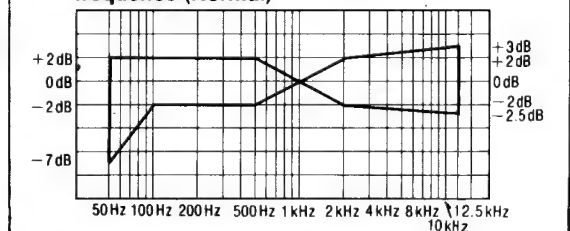
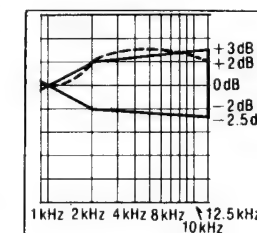
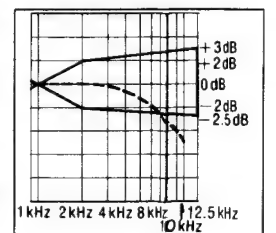

Fig. 10
Fig. 12
Fig. 13
6. Reproduire les signaux enregistrés dans la phase 6, et vérifier si la courbe de réponse de fréquence se trouve dans les limites indiquées par la courbe de réponse de fréquence globale pour bandes normales (Fig. 10). (Si la courbe est comprise dans les spécifications, passer aux phases 7, 8 et 9).
Lorsque la courbe dépasse les spécifications du tableau de réponse de fréquence globale (Fig. 10), comme indiqué dans la Fig. 12.
- 2) Répéter les phases 5 et 6 pour confirmation. (Passer aux phases 7, 8 et 9 si la courbe est maintenant comprise dans les spécifications du tableau de la Fig. 10).
- 3) Si la courbe dépasse encore les spécifications (Fig. 10), augmenter encore le courant de polarisation et répéter les phases 5 et 6.
Lorsque la courbe tombe au-dessous des spécifications du tableau de fréquence globale (Fig. 10) comme indiqué dans la Fig. 13.
- 5) Si la courbe tombe encore au-dessous des spécifications du tableau (Fig. 10), réduire encore le courant de polarisation et répéter les phases 5 et 6.